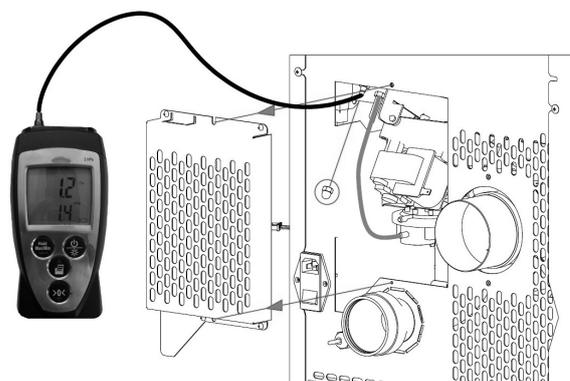

Fig. 41 - Connexion du pressostat numérique
- Connecter, au biais d'un tube en silicone, un pressostat numérique pour relever la dépression (voir **Fig. 41**).